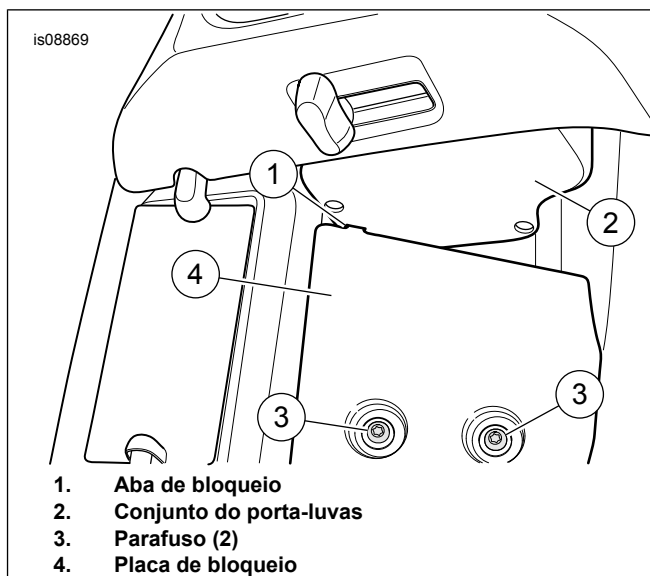

Figura 2. Aba de bloqueio e placa de bloqueio
3. Ver a Figura 2. **Na parte dianteira:** remover os parafusos (3), a placa de bloqueio (4) e o porta-luvas (2).